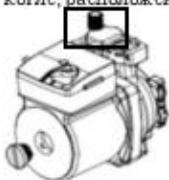

Рис. 19
* Для удаления воздушных пробок воспользуйтесь устройствами в вашей системе отопления и автоматическим выпускным клапаном на котле, расположенным рядом с циркуляционным насосом. См. рис. 19